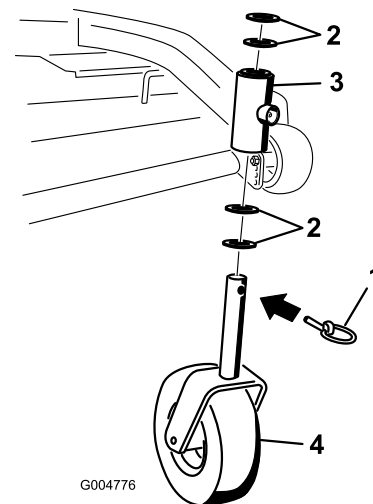

Bild 33
2. Entfernen Sie den Arretierbolzen und die Distanzstücke von der Oberseite der Laufradgabel (Bild 33).
6. Prüfen Sie die Laufradgabel auf Abnutzung und tauschen sie bei Bedarf aus (Bild 33).
7. Schieben Sie die Laufradgabel durch die Büchse im Befestigungsrohr. Setzen Sie die Distanzstücke auf die Laufradgabel und befestigen Sie sie mit dem Sicherungsring (Bild 33).